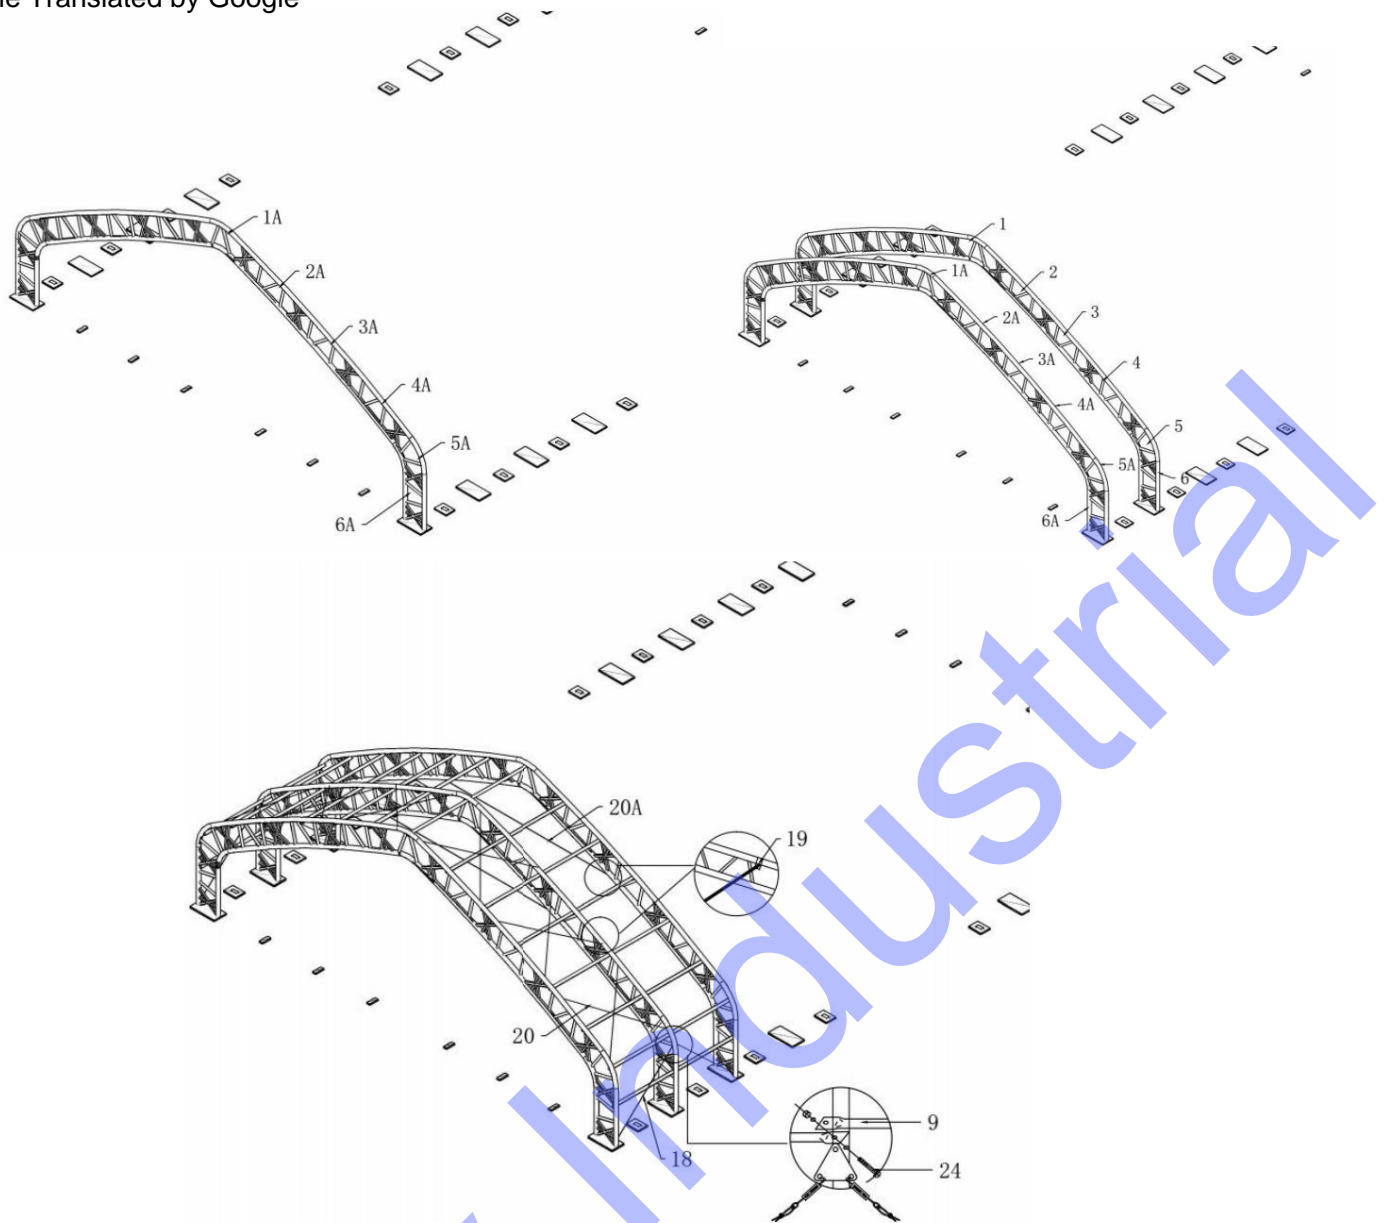

Figure 4
2. Placez l'arche dans le tube de la plaque de base à l'aide du palan et assemblez chaque groupe d'arches à tour de rôle (voir Figure 4).
3. Connectez la panne (n° 9) à l'arc en utilisant des vis 12x100 mm (n° 24) à tour de rôle (voir figure 4), puis connectez l'acier fil (n° 18, n° 20 et n° 20A) sur le côté et sur le dessus à l'aide de clips (n° 19) et d'un triangle (n° 19A) (voir figure 4)